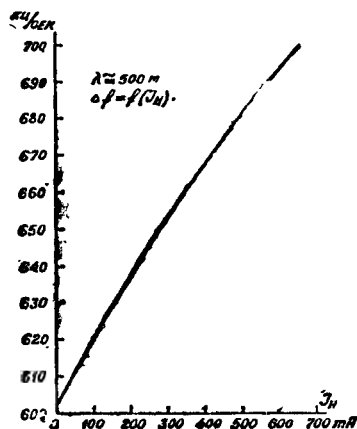

Рис. 4
Рассмотрим графики рис. 4, 5 и 6, относящиеся к средневолновому, коротковолновому и у.к.в. диапазонам. Намагничивающая обмотка имела сопротивление 12Ω , ток намагничивания изменялся от 0 до 700 мА.
1. Средневолновый диапазон. Волна порядка 500 м (рис. 4). Изменение частоты контура получено в пределах от 602,5 до 700 кГц/сек, т. е. на 97,5 кГц/сек (16,2%).